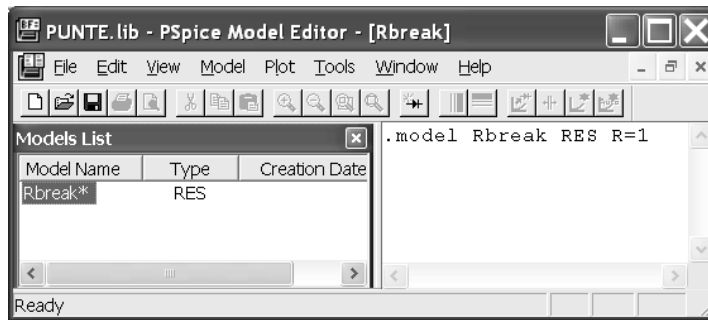

Figura 5.18
6. În meniul *Edit* selectați *PSpice Model*. În acest moment a fost apelat editorul de modele, care va deschide fereastra de editare a modelului rezistenței, ca în figura 5.18. Se observă existența instrucțiunii *.MODEL* în fereastra din dreapta.